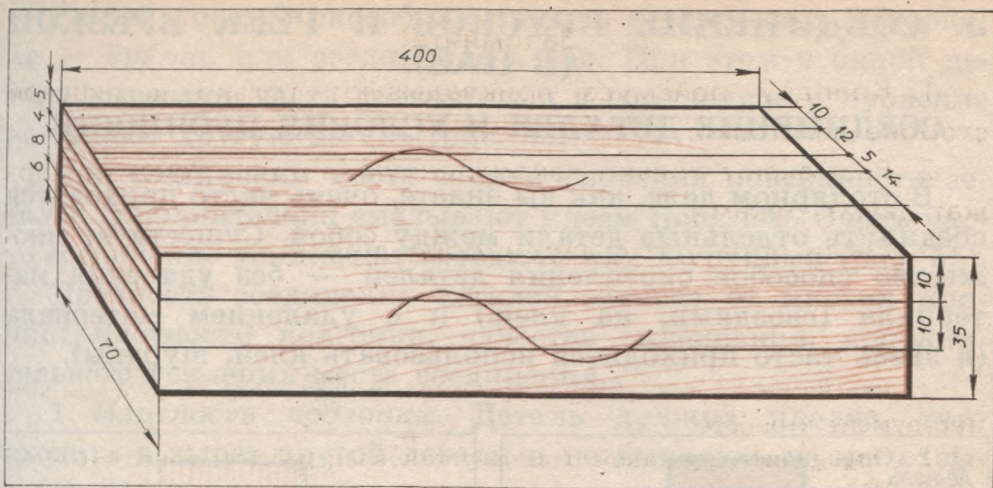

Рис. 51. Брусок с рисками на пласти, торце, кромке.
4. Проведите риски рейсмусом на пласти, кромке, торце брусках (рис. 51).
5. Что означает волнистая линия на заготовке бруска (рис. 51, 52)?